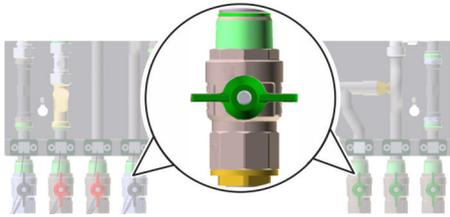

Abb. 42: Kugelhähne geschlossen
- Die Kugelhähne (Abb. 42) sind geschlossen.